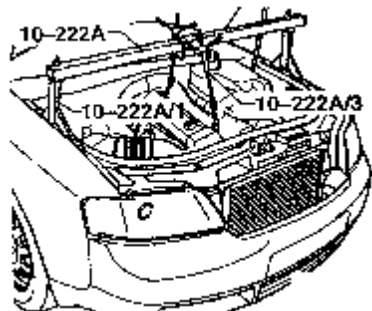

图 8-37 安装转接器和支承架
(11) 把转接器 10-222A/3 装到支承架的前轴上，安上支承架 10-222A 和支承座 10-222A/1 并在此位置支承发动机/变速箱，如图 8-37 所示。